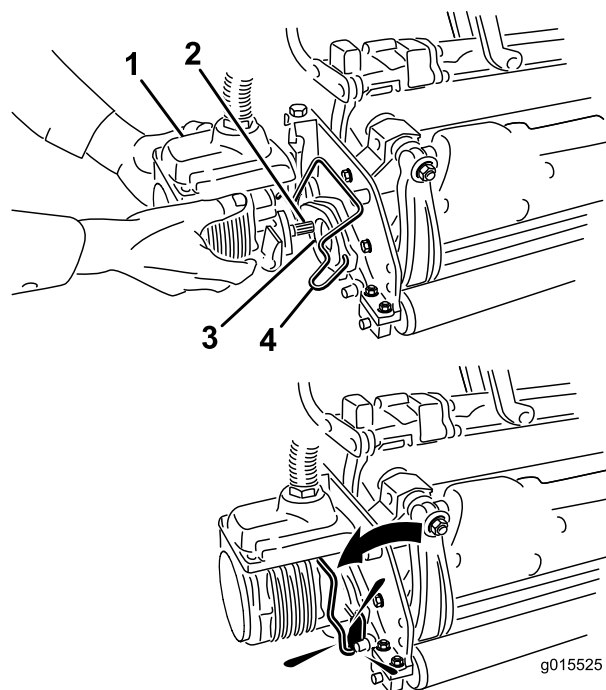

图15
- 在滚刀组马达的花键轴上涂抹干净的润滑脂（图15）。
- 将马达插入滚刀组左侧（从操作员的位置看），并将滚刀组上的马达固定架拉向马达，直到听见马达两侧发出“咔哒”的声音（图15）。